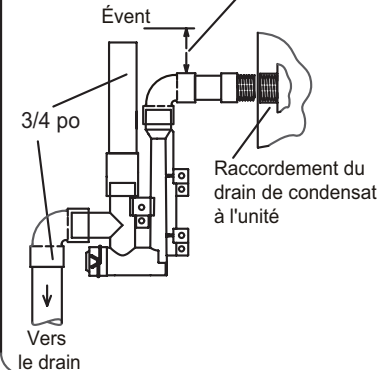

FIGURE 48
- 4 - Installez le purgeur avec des raccords en PVC appropriés et collez tous les joints. Collez le purgeur fourni comme illustré à la FIGURE 48. Acheminez le conduit de condensat jusqu'à un drain ouvert.